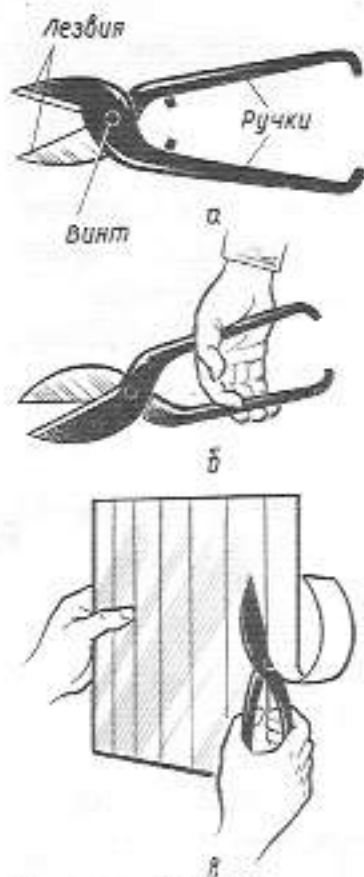

Рисунок 93. Ножницы по металлу: а — устройство; б — захват ножниц; в — работа ножницами.
3. Вырезать заготовку ножницами по металлу (рисунок 93).